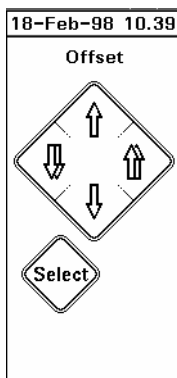

Figura 45 Diagramma del cursore- regolazione dell'offset verticale
- 5 Selezionare [VISUALIZZA] dal menu a comparsa. Selezionare la voce di menu <REGOLA OFFSET-V>. Il diagramma per il cursore viene modificato (Figura 45). Sono visibili frecce singole per SU e GIÙ e frecce doppie per SINISTRA e DESTRA.